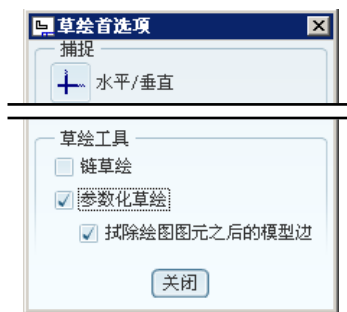

图 4.5.2 “草绘首选项”对话框
Step2. 选择 **草绘**  命令, 系统弹出图 4.5.2 所示的“草绘首选项”对话框, 在 **草绘工具** 区域中选 ☒ **参数化草绘** 复选框, 单击 **关闭** 按钮, 启动“参数化草绘”功能。